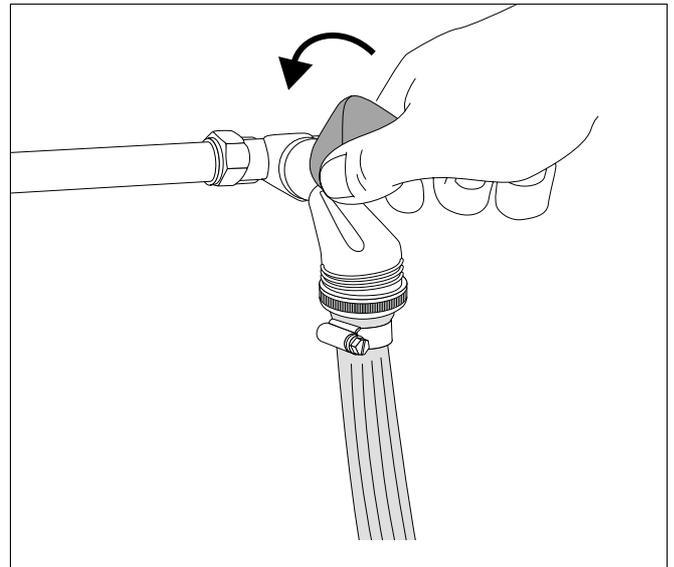

Fig. 68 Aprire il rubinetto dell'acqua e riempire l'impianto di riscaldamento
- Aprire con attenzione il rubinetto dell'acqua e riempire lentamente l'impianto di riscaldamento (fig. 68).